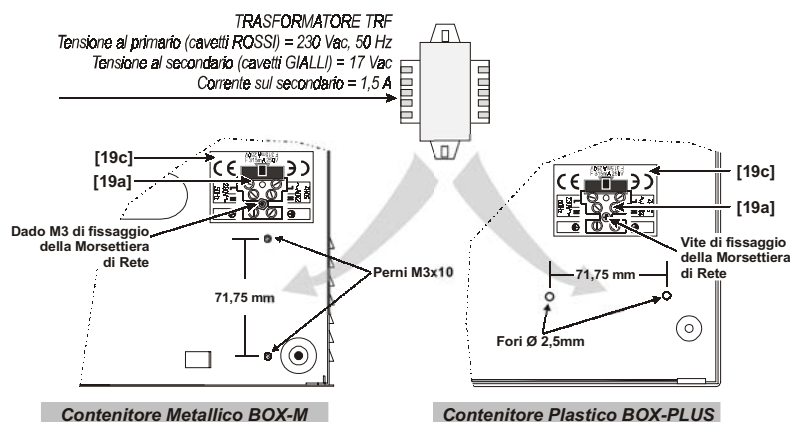

Fig. 3.1 - Montaggio del Trasformatore e della Morsettieria di Rete con relativa etichetta
Quando si acquista il Trasformatore, le cui caratteristiche sono riportate in Fig. 3.1, viene fornito un sacchetto contenente:
Per fissare il Trasformatore (Cod. **TRF**) e gli altri accessori, seguire una delle seguenti procedure in base al contenitore acquistato, facendo riferimento alla Fig. 3.1.
1. Attaccare l'etichetta [19c] sul fondo del contenitore come visibile in Fig. 3.1, facendo corrispondere i 2 fori dell'etichetta stessa con quelli presenti sul fondo.